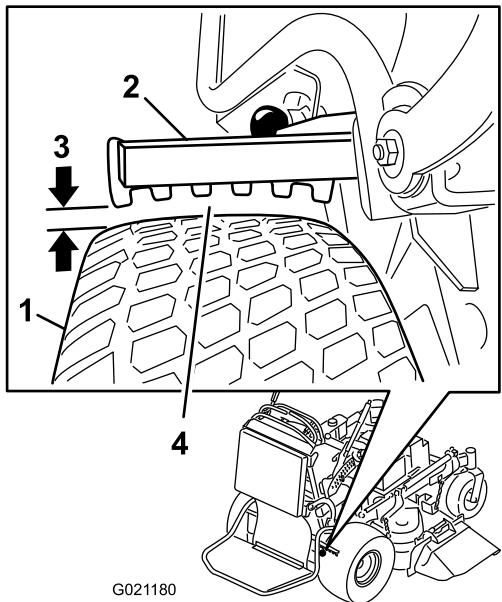

Figura 62
6. En el lado que tenga la distancia más pequeña, asegúrese de que la distancia es de 3 a 6 mm (1/8 a 1/4 pulgada) según se muestra en Figura 62; consulte Ajuste de los frenos \(página 47\) si es necesario ajustarla.
5. Ajuste la horquilla (Figura 62).